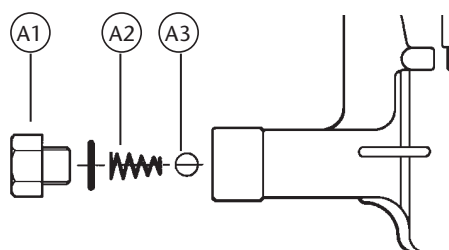

Fig. 2
- Desserrer l'écrou de sortie (A1) et extraire le ressort (A2) ainsi que la boule (A3) (voir Fig. 2).